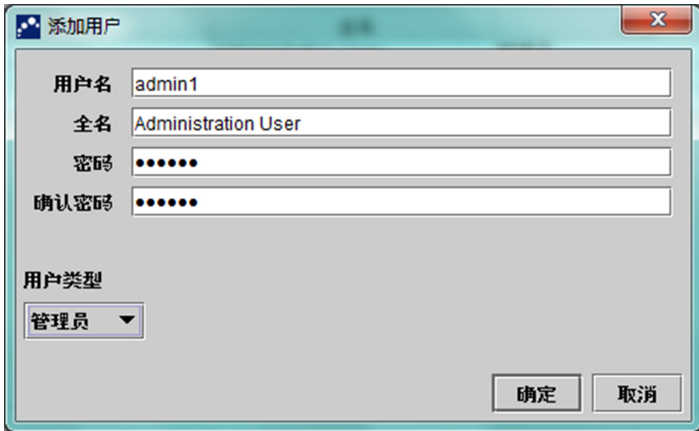

图 2-72. “添加用户”对话框
- 单击**添加**。出现“添加用户”对话框。参见图 2-72。